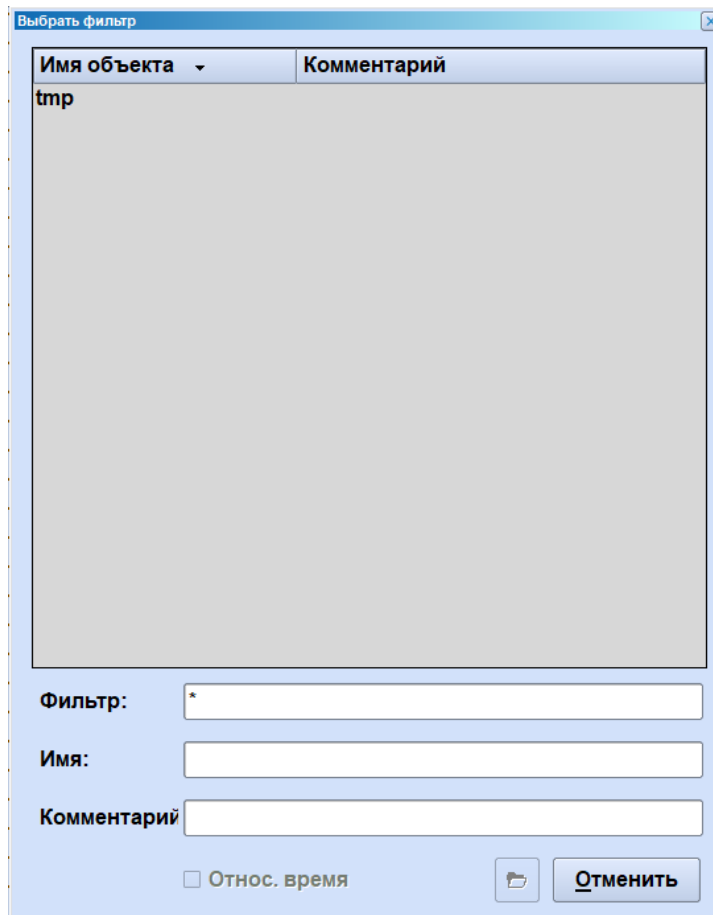

Рисунок 4.11 – Открыть существующий фильтр
2) Откроется окно выбора фильтра со списком ранее сохраненных фильтров (Рисунок 4.11). После выбора фильтра становится активной кнопка  по нажатию на которую загружается выбранный фильтр. Поиск по имени фильтра можно осуществить в поле «Фильтр».